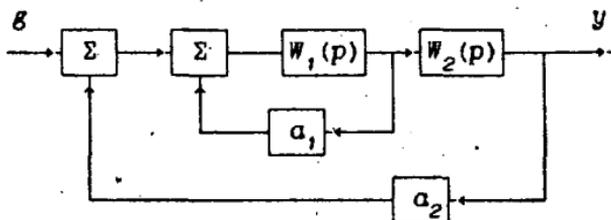

Рис. 3.1
2. Используя критерия устойчивости Гурвица, постройте область устойчивости замкнутой системы (рис.3.1) в плоскости коэффициентов обратной связи a_1 и a_2 , если